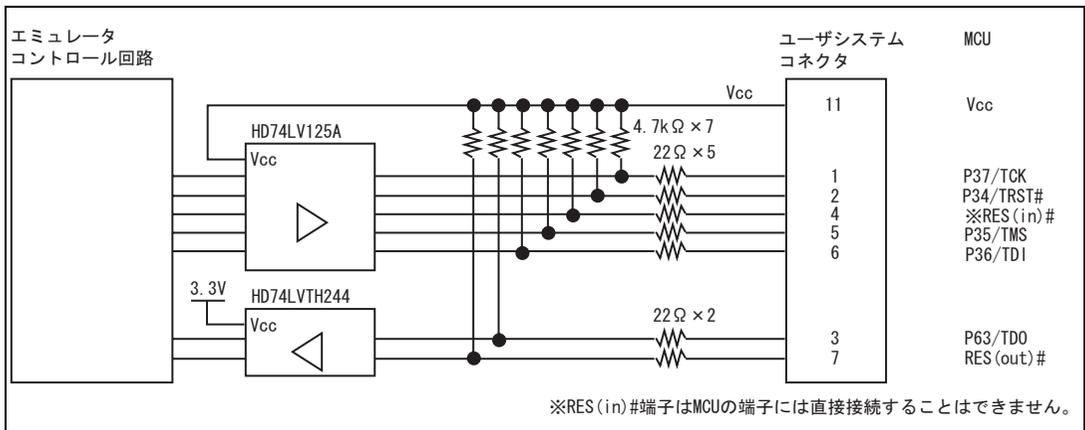

図 1.7 エミュレータ内インタフェース回路 (参考)
- 図1.7にエミュレータ内インタフェース回路を示します。プルアップ抵抗の値などを決定するときに参考にしてください。